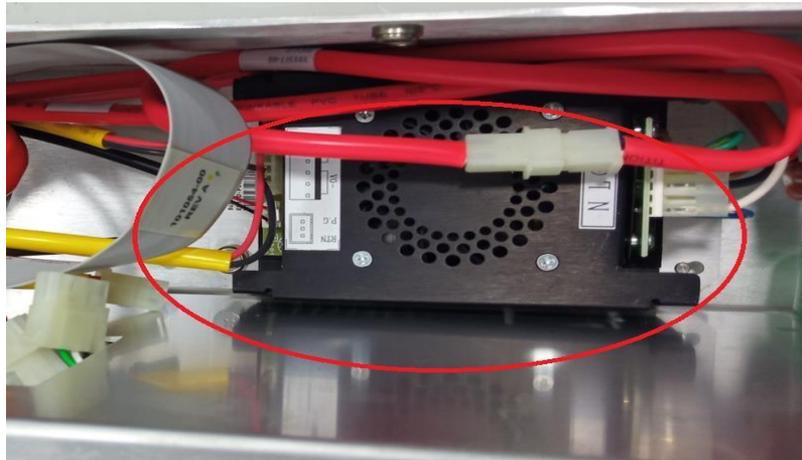

Ilustración 64. Verificación de la fuente de voltaje. Opera correctamente.
- Se revisó la fuente de poder para verificar que estuviera entregando los voltajes correctos. Ver ilustración 64.